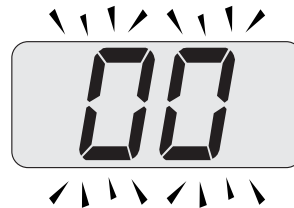

Figura 8.6
- Pulse simultáneamente los botones 15 y 17 (Figura 8.3) hasta que aparezca en la pantalla LCD el valor del parámetro 05 (00=G20) (Figura 8.6).